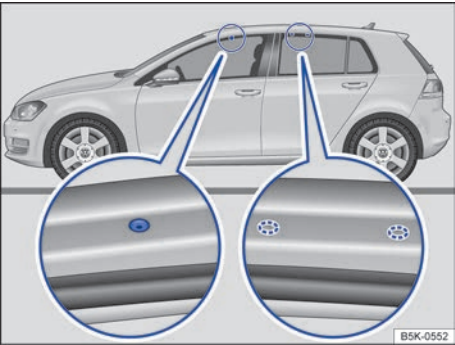

图 87 底架和车顶行李架的固定点
轿车前部安装孔位于车顶纵梁下方。安装孔用塑料螺钉密封，安装前须拆下塑料螺钉 ⇒ 图 87（左侧放大图）。后部安装孔位于车顶梁下侧面 ⇒ 图 87（右侧放大图）。
- 底架只可安装在图中所示标记处 ⇒ 图 87。